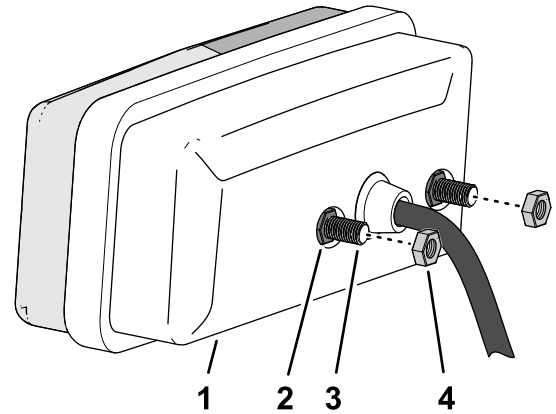

Bild 57
1. Entfernen Sie zwei Muttern (5 mm) von jedem Rücklicht (Bild 57).